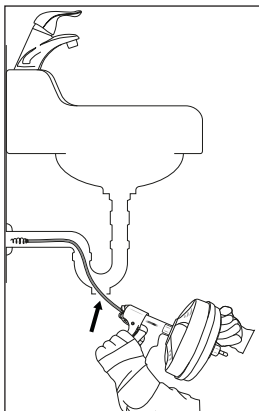

Fig. 1
- Préparez l'appareil et la zone de travail selon les présentes instructions afin de réduire le risque de blessures liées aux décharges électriques, au feu, au basculement de l'appareil, à une spirale ⑧ tordue ou cassée, de blessures liées aux produits chimiques, aux infections ou à d'autres causes et d'éviter un endommagement de l'appareil.
- 6) Si vous utilisez l'appareil manuellement, assurez-vous que la manivelle ④ est en place et qu'elle est fermement fixée à l'appareil.
- Pour de nombreux tuyaux d'évacuation, la spirale ⑧ peut être passée au travers de la bonde.
- Sur d'autres lavabos, il faudra peut-être retirer un bouchon de nettoyage ou un siphon (voir fig. 1). Placez impérativement un récipient sous l'ouverture de nettoyage ou sous le siphon pour récupérer l'eau qui s'écoule.